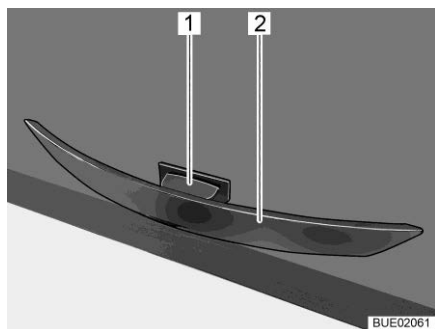

Fig. 84 Maniglia con tasto di sblocco
- Premere e tenere premuto il tasto di sblocco (Fig. 84,1).
- Tirare la maniglia (Fig. 84,2) finché lo sportello del mobile non si apre.